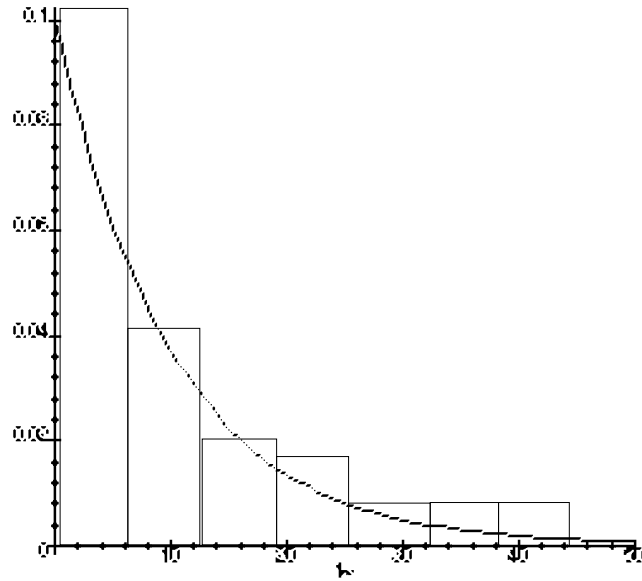

Figure 1: Temps de marche. La courbe continue est une exponentielle de la forme:  $\lambda \exp(-\lambda x)$ . L'échelle des abscisses est en minutes
On considère une machine dont les temps de marche et les temps d'arrêt ont été mesurés sur une installation. Ces mesures sont représentées à la figure 1 pour les temps de marche et à la figure 2 pour les temps d'interruption. Le temps de cycle de la machine est  $\tau_c = 40$  [sec/pce].
- b) Pour un horizon de production  $\mathcal{H} = 80$  heures, calculer la production cumulée moyenne  $\langle \Sigma(\mathcal{H}) \rangle$  en tenant compte des aléas répertoriés dans les figures 1 et 2.
- b) Des figures 1 et 2, on détermine les valeurs des paramètres  $\lambda$  et  $\mu$ . Pour  $\lambda$  on lit directement sa valeur comme l'ordonnée à l'origine, cela donne  $\lambda = 0.1$  [minute] $^{-1} \Rightarrow \frac{1}{\lambda} = \frac{1}{6}$  [heure]. Quant à  $\mu$ , il suffit de voir que le maximum se situe à la position  $\frac{1}{2\mu}$ , (égaler la dérivée de  $4\mu^2 x \exp -(2\mu x)$  à zéro). Dans le cas de la figure 2, par identification approximative de la position du maximum, on obtient:  $\frac{1}{2\mu} \simeq 5$  minutes  $\Rightarrow \mu \approx 0.1$  [minutes] $^{-1} \Rightarrow \frac{1}{\mu} = \frac{1}{6}$  [heures]. De ces résultats on déduit alors immédiatement que  $I = \frac{\lambda}{\mu} = 1$ .